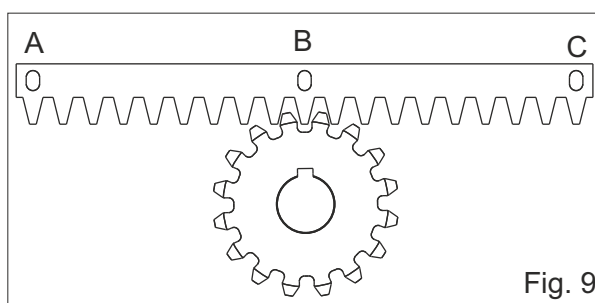
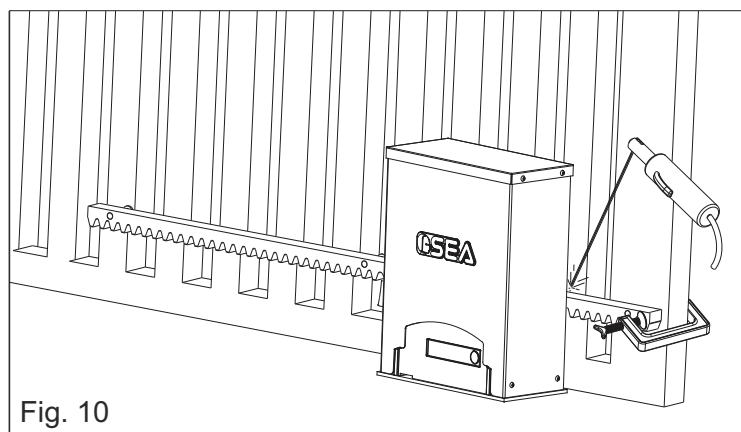

Fig. 9
Fig. 10
3. Apoyar el elemento de cremallera al piñon dentado del motoreductor en modo que resulte paralela la guía a nivel del suelo de la cancela y posicionandolo como en Fig. 9 y puntar con electrosoldadura la lengüeta central B a la estructura de la cancela (Fig. 10). Mover manualmente la cancela hasta llevar la lengüeta C en correspondencia del piñon, y entonces puntar con electrosoldadura. Efectuar la misma operacion para la lengüeta A despues de haberlo llevado en correspondencia del piñon;